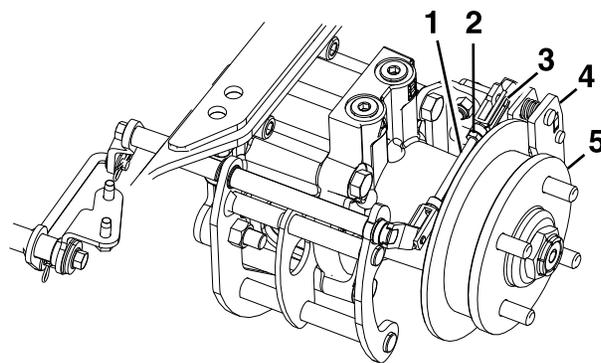

Рисунок 85
8. Снимите шплинтуемый штифт пружины с заднего рычажного механизма и суппорта (Рисунок 85).
12. Затяните контргайку на заднем рычажном механизме (Рисунок 85).